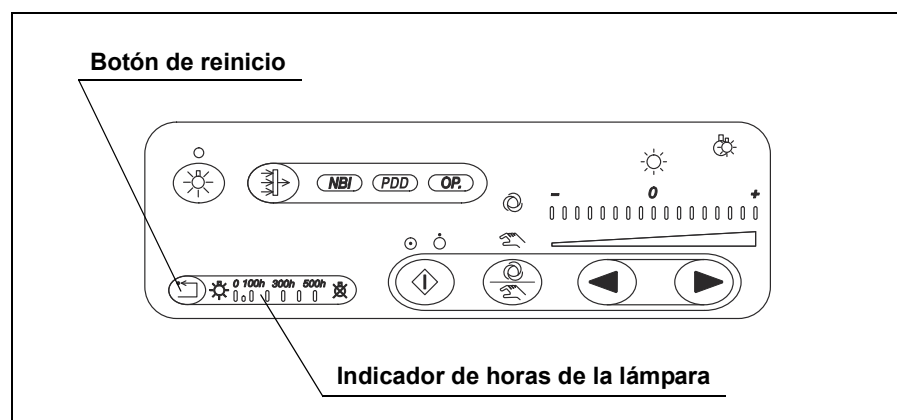

Figura 5.9
1. Conecte el cable de alimentación y accione el interruptor principal para encenderlo (ON).
3. Mantenga pulsado el botón de reinicio durante al menos 3 segundos para reiniciar el indicador de horas de la lámpara. Compruebe que la lectura del indicador de horas de la lámpara es "0". A continuación, apague inmediatamente la fuente de luz (véase la figura 5.9).